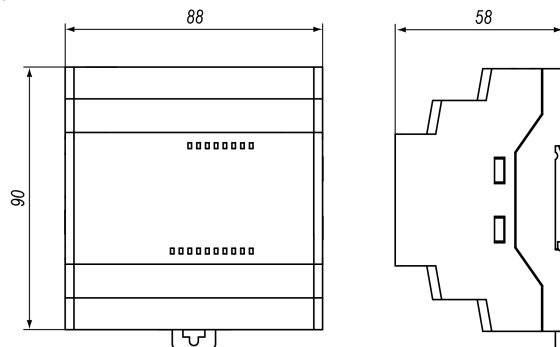

Рисунок 3 – Габаритные размеры
1. Подготовить на DIN-рейке место для установки прибора с учетом размеров корпуса (см. рисунок 3).